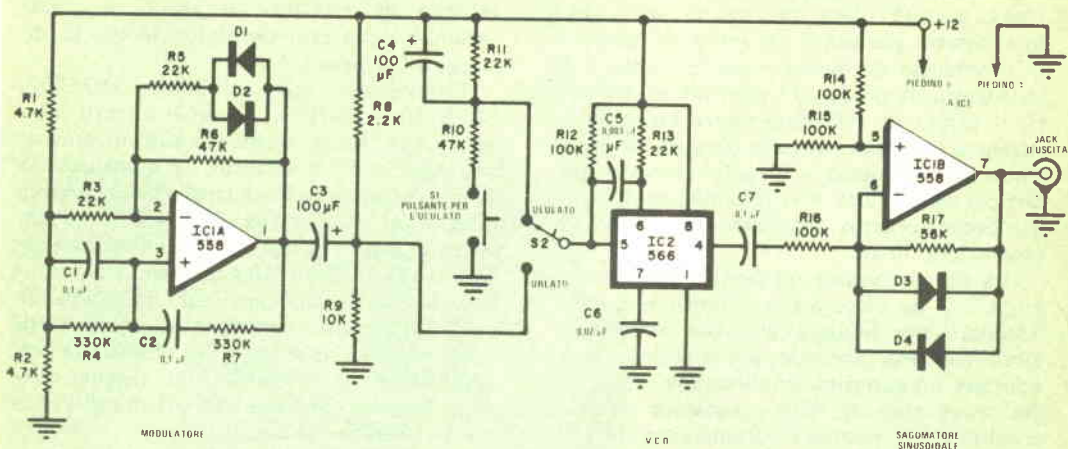

Fig. 4 - Questo circuito generatore ululato/urlato impiega solo due IC. L'uscita è di circa 1 V.
**Circuiti a transistori** - Il circuito di sirena ululata riportato nella fig. 4 offre interessanti possibilità anche a coloro che non guidano un veicolo d'emergenza. Oltre che per scopi dilettantistici, esso può essere usato come allarme in sistemi antifurto o contro intrusioni non autorizzate. La sirena impiega due circuiti integrati facilmente reperibili ed è stata progettata per funzionare con 12 V c.c..